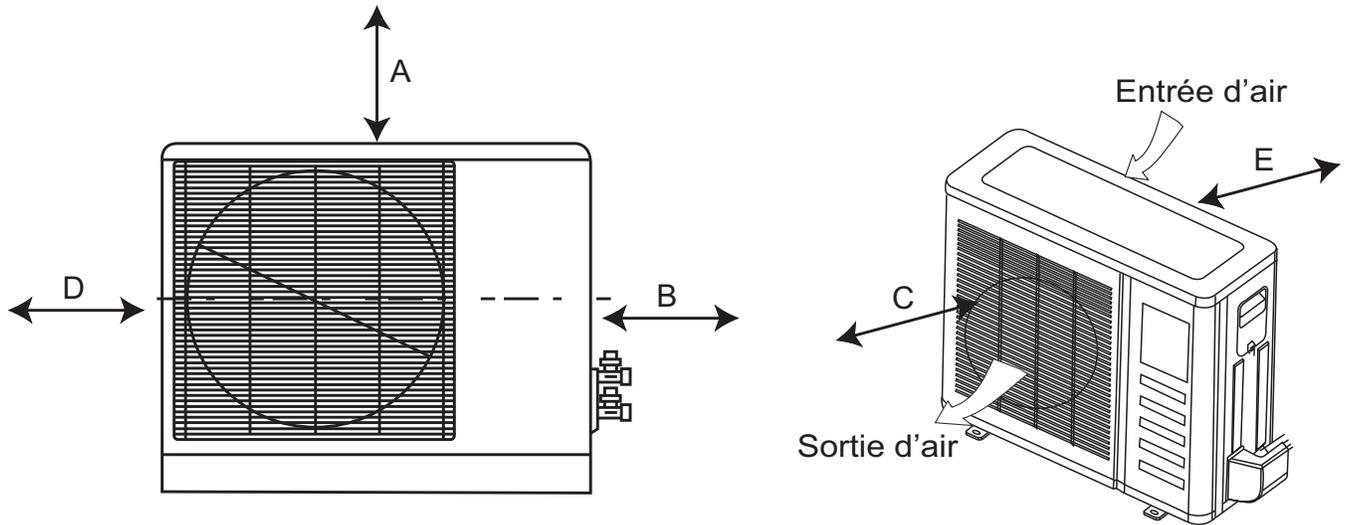

Figure 7 – DÉGAGEMENTS – EXTÉRIEUR
- Emplacement qui fournit les dégagements appropriés (consultez la figure 7).